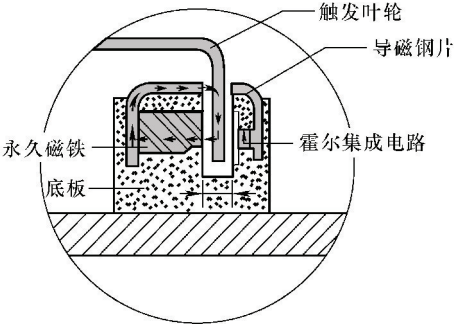

图 4-44 触发叶片式霍尔曲轴位置传感器的结构
(1) 结构 触发叶片式霍尔曲轴位置传感器主要由触发叶轮、霍尔集成电路、磁轭（导磁钢片）和永久磁铁组成，如图 4-44 所示。而集成电路又由霍尔元件、放大电路、稳压电路、温度补偿电阻、信号变换电路和输出电路组成。触发叶轮安装在转子轴上，随转子轴一起转动，叶轮上制有叶片；当曲轴带动转子轴转动时，触发叶轮随其一起转动，叶片便在霍尔集成电路与永久磁铁之间转动。